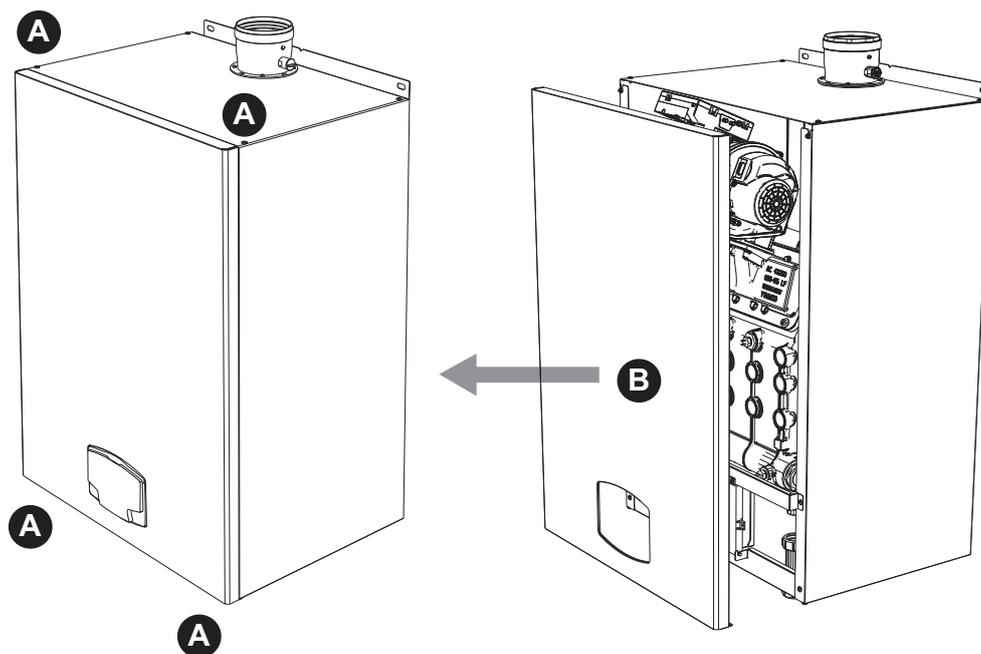

рис. 60- Открытие передней панели
1. Отвинтите винты **A** (см. рис. 60).